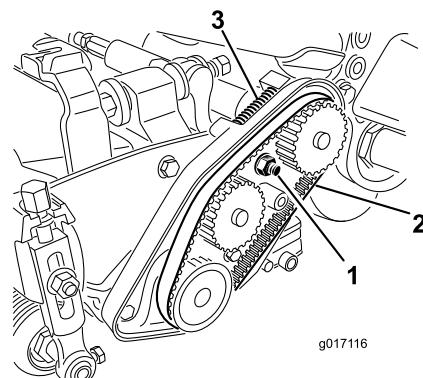

Рисунок 42
- A. Ослабьте гайку крепления корпуса подшипника (Рисунок 42).
- C. Полностью удалите весь мусор из отсека ремня и вокруг пружины сжатия (Рисунок 42).